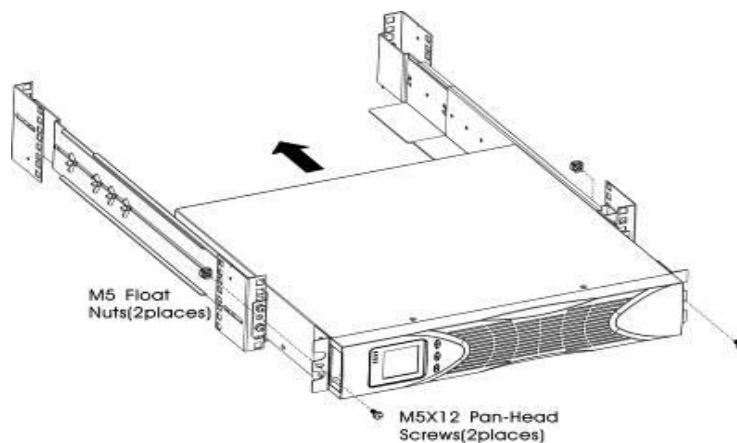

Abbildung 4
- k) Befestigen Sie die Vorderseite der USV mit einer M5×12-Zylinderschraube und einer M5-Käfigmutter auf jeder Seite am Rack (siehe Abbildung 4). Montieren Sie die untere Schraube auf jeder Seite durch das untere Loch der Montagehalterung und das untere Loch der Schiene.